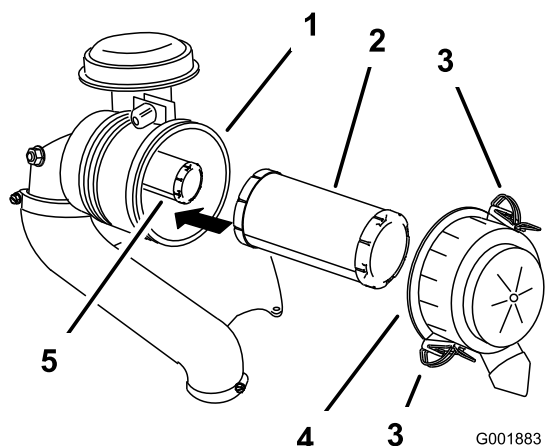

図 45
2. エア・クリーナのラッチを外し、ハウジングからカバーを外す（図 45）。
- 1次フィルタをゆっくり引き抜くようにしてエア・クリーナのハウジングから外す（図 45）。
2. 安全フィルタを交換する場合には、十分に注意しながら、フィルタのボディに挿入する（図 45）。
3. 1次フィルタをゆっくり押し込むようにして安全フィルタの上から取り付ける（図 45）。
5. 上下方向を確認、**up**と書いてある方を上に向けてエア・クリーナ・カバーを正しく取り付け、ラッチを掛ける（図 45）。